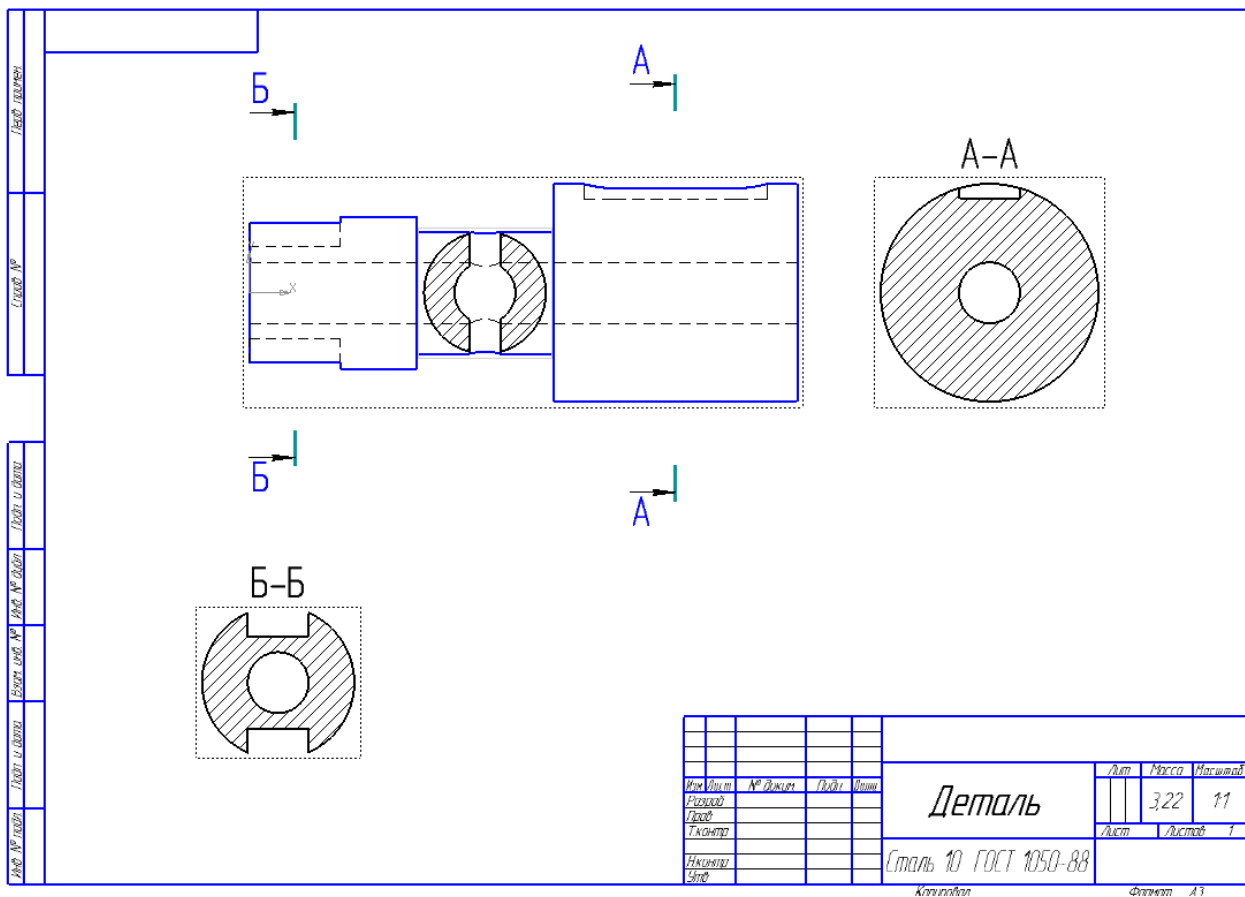

Рисунок 23.
25. Выполняется как и предыдущее сечение, за исключением расположения готового сечения – в центре сквозного отверстия на валу (рисунок 23). После размещения необходимо с помощью правой клавиши мыши – **Разрушить** обозначение сечения **В-В** и удалить обозначение с чертежа, так как при изображении симметричного накладного сечения его буквенное обозначение не указывается.